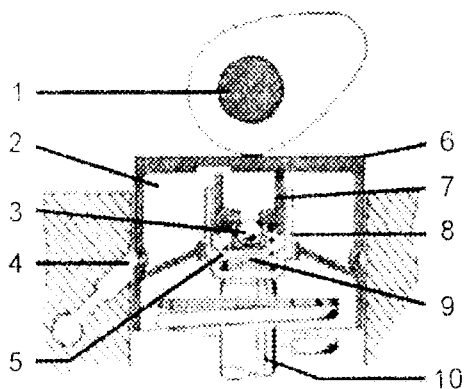

Fig. 1: Empujador hidráulico.
La válvula antirretorno (3) asegura el llenado y el hermetismo de la cámara de alta presión (5). (Fig. 1)